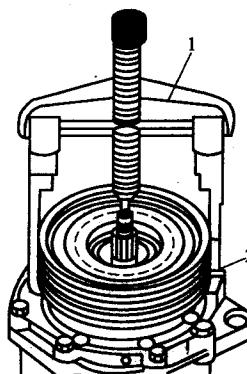

图 2-6 拉出多楔带轮
(3) 拉出多楔带轮。将通用二爪拉力器 1 装到台肩 2 上，拉出皮带轮，如图 2-6 所示。